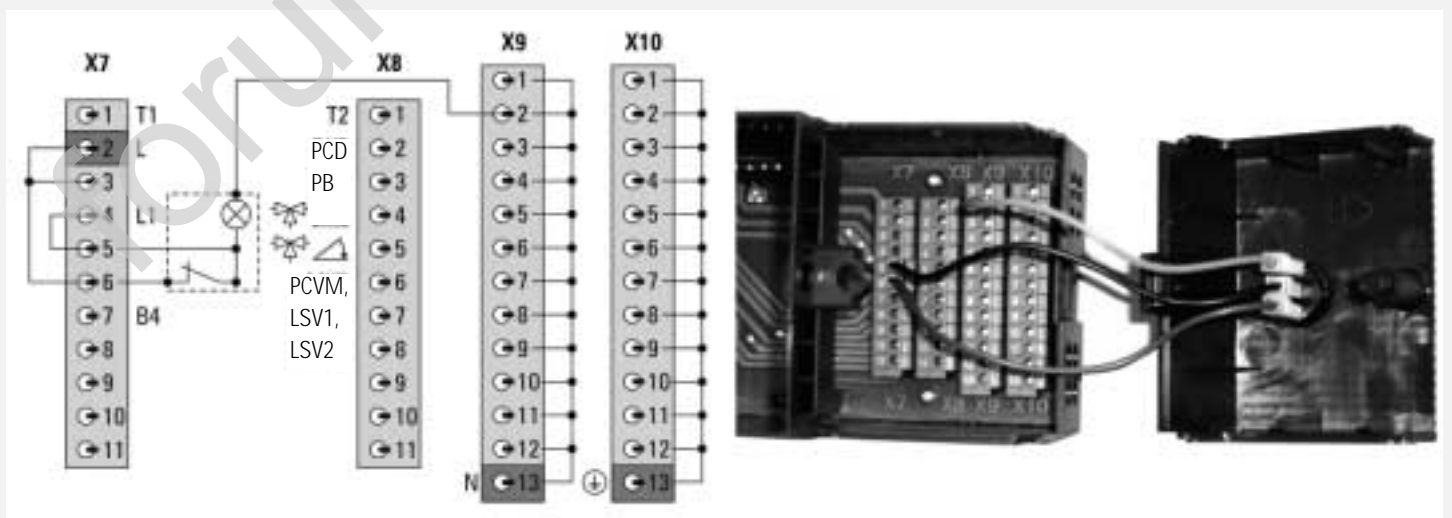

Fig 7.8 : A droite dans le boîtier de bornes de raccordement – raccords électriques
- d) Monter le boîtier mural sur une surface plane avec les visses et les chevilles (Cf. fig. 7.8 et 7.9).
- e) Installer les câbles électriques selon le modèle de l'installation et le plan d'installation des bornes (Fig. 7.8 et 7.9).